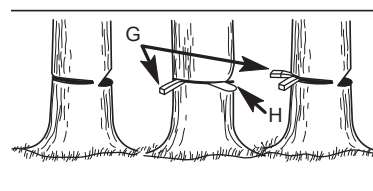

FIG. 2
- Utilisez des coins en bois ou en plastique (G fig.2) pour empêcher la barre ou la chaîne de rester coincées dans le tronc.